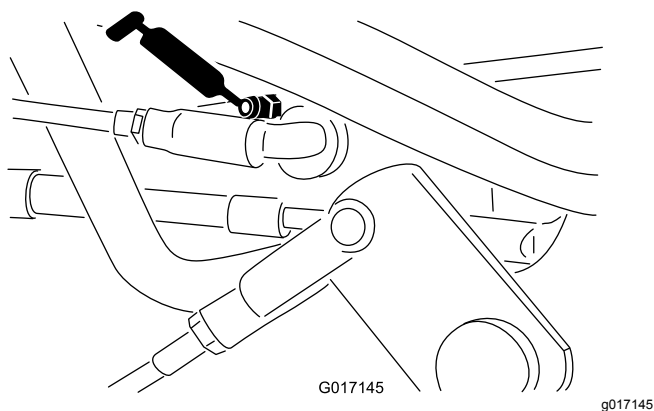

Figura 43
- Articulação do seletor de velocidade (Figura 42 e Figura 43)